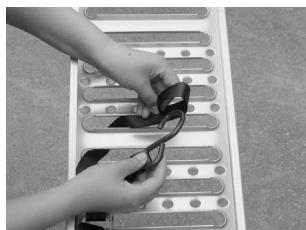
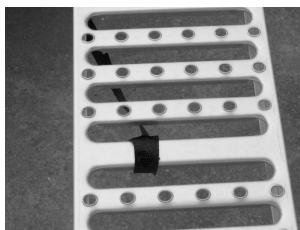
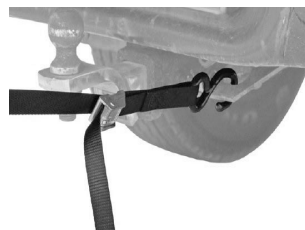

fig. 2
fig. 3
fig. 4
2. Retenez les rampes au véhicule au moyen d'une sangle de sécurité (compris) ou d'une chaîne (non comprises), conformément à ce qu'illustre les fig. 2, fig. 3 et fig. 4.